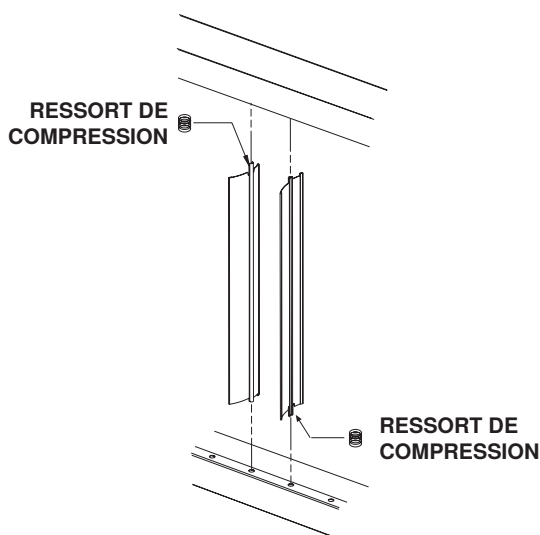

Figure 3. Installation de persiennes
- b. Avec la lame de persienne la plus large orientée vers l'échangeur de chaleur, poussez la languette avec le ressort de compression dans le trou du cadre de persienne supérieur ou inférieur (voir Figure 3)—le ressort se comprime. Insérez la languette située à l'autre bout de la persienne dans le cadre du volet opposé. Pour un flux d'air vers la gauche, compressez le ressort dans le cadre de la persienne supérieure. Pour un débit d'air correct, compressez le ressort dans le cadre de la persienne inférieur.